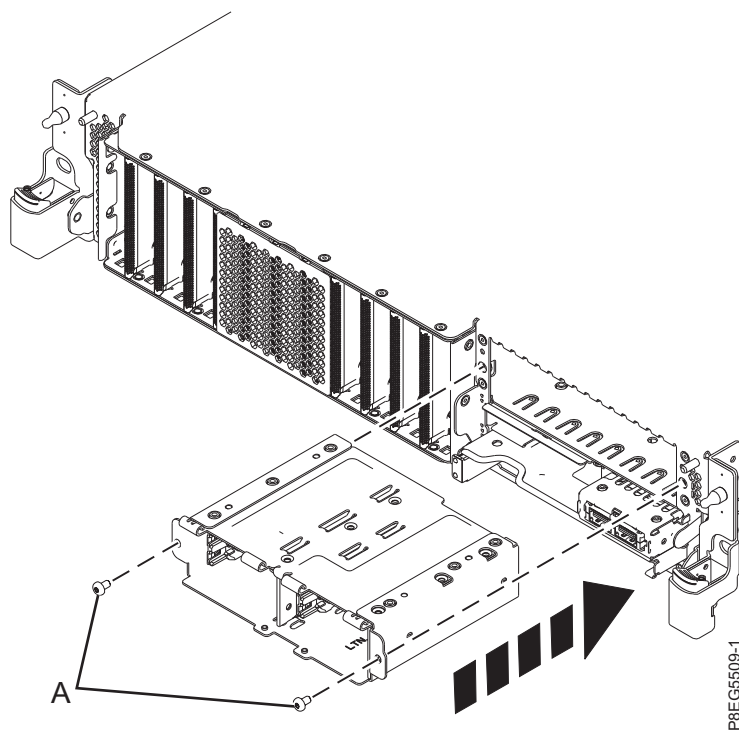

Figure 23. Réinstallation du boîtier SSD
4. Faites glisser le boîtier SSD pour le remettre en place. Installez et serrez les vis (A). Voir figure 23.